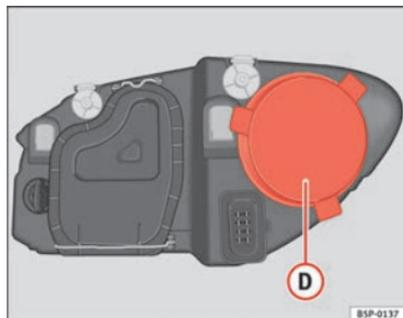

Fig. 192 Luz de población
- Retire la tapa ⇒ fig. 192 **D** tirando de la misma.